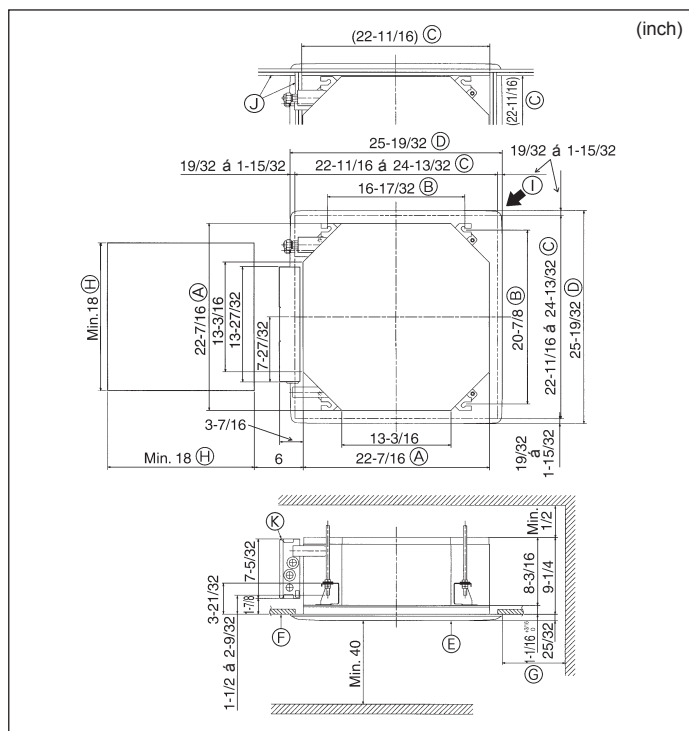

Fig. 3-2
①	Schéma d'installation	1
②	Rondelles (avec isolation) Rondelles (sans isolation)	4 4
③	Cache-tuyaux (pour le raccord des tuyaux de réfrigérant) Petit diamètre (liquide) Grand diamètre (gaz)	1 1
④	Courroie (grands) Courroie (petits)	6 2
⑤	Vis avec rondelle (M5 x 25) pour monter la grille	4
⑥	Prise d'écoulement	1
⑦	Isolation	1
3.2. Ouvertures dans le plafond et emplacement des boulons de suspension (Fig. 3-2)